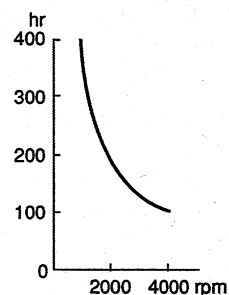

図5 銀カーボン摩耗時間換算図
5.2 ブラッシュの摩耗量は周速に比例致します。図5により時間を積算してブラッシュの寿命をチェックして下さい。